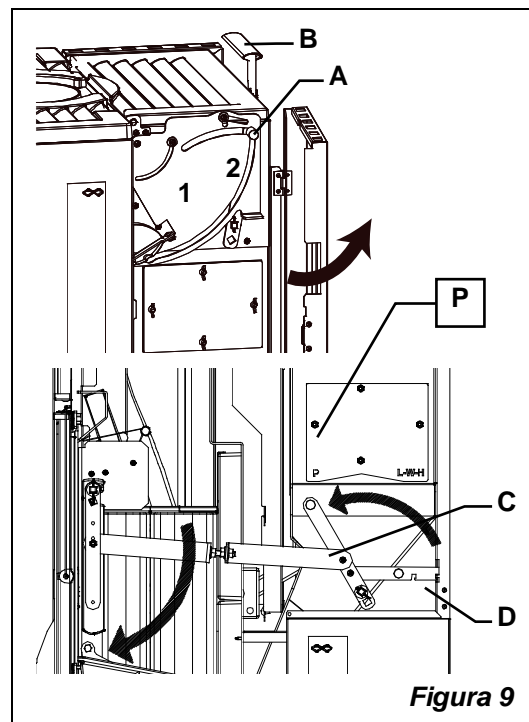

Figura 9
- il bruciatore (B) deve essere completamente libero e pulito (vedi capitolo 14.5)
- 1) Aprire lo sportello laterale di accesso agli organi meccanici (L Figura 9); se la leva (C) è già nella posizione P (PELLET) andare al punto 3);
- 2) Sbloccare la leva (C) (Figura 9) alzando il chiavistello (D), spingerla verso la parte anteriore della stufa nella posizione contrassegnata con la lettera P (PELLET) e bloccarla con il chiavistello (D), griglia (G) in ghisa verticale;